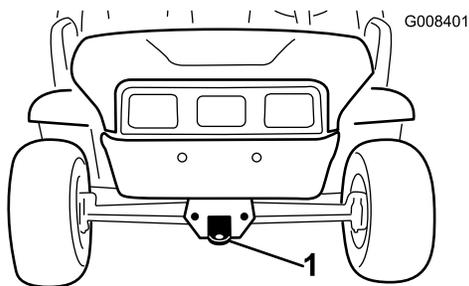
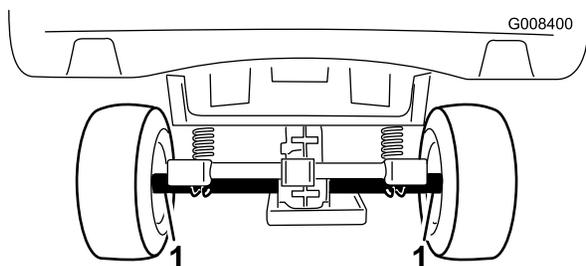

Figura 21
Figura 22
Utilize um atrelado com rampas de largura completa para mover a mī½quina numa longa distī½ncia. Verifique se a mī½quina se encontra bem presa ao atrelado. Consulte Figura 21 e Figura 22 para localizar os pontos de fixaī½o da mī½quina.
2. Ate um cabo de reboque ao garfo, na parte dianteira do chassis da mī½quina (Figura 21).